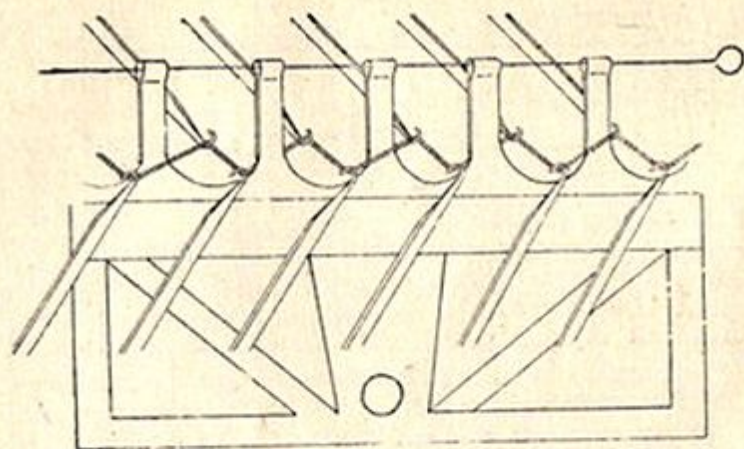

Рис. 7.4
- придерживая левой рукой грузодержатель в верхнем положении, правой рукой вставить в ушки грузодержателя проволочную спицу (рис. 7.4).